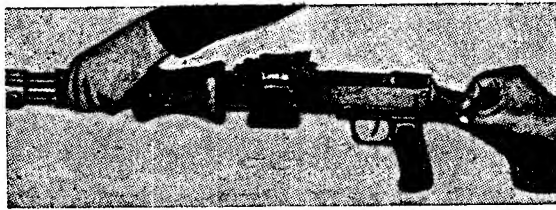

Рис. 92. Присъединяване на шомпола към картечницата
8. Присъединяване на шомпола към картечницата: прокарва се шомполът над носача на кутията през отвърстието в лявата стена на полужолята, поставя се неговият преден край в отвърстието на прилива на муфата на газовата тръба, а главата — в гнездото на спусковата рама (рис. 92).